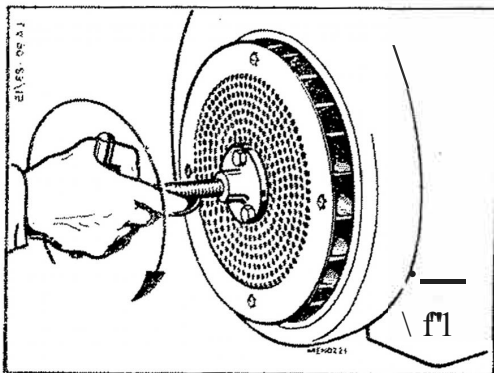

Fig. 10
d) Tenendo fermo il volano, ruotare verso destra la vite dell'estrattore (Fig. 10) fino a quando il volano stesso si sarà sbloccato dal cono dell'albero motore.